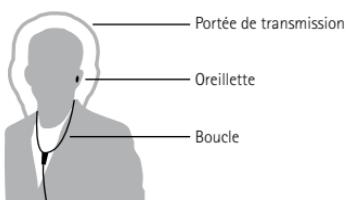

Figure 6
- ▶ Placez la boucle autour du cou et veillez à ce que le boîtier de la boucle soit bien directement placé sous la bouche (figure 6).
- ▶ Le microphone étant situé dans la partie supérieure du boîtier de la boucle (figure 6), celui-ci doit se situer le plus près possible de la bouche. Plusieurs longueurs de boucles sont disponibles dans les pièces de rechange.
- ▶ Placez l'oreillette Profilo Nano dans l'oreille (figure 9). Pour plus d'informations, veuillez consulter le mode d'emploi du Profilo Nano ou contactez votre représentant local. Le son de la radio est transmis vers l'oreillette par le biais de la boucle (figure 6).
La portée de transmission est limitée à proximité de la tête de l'utilisateur final. (Aucun risque d'interception du message.) (figure 6).